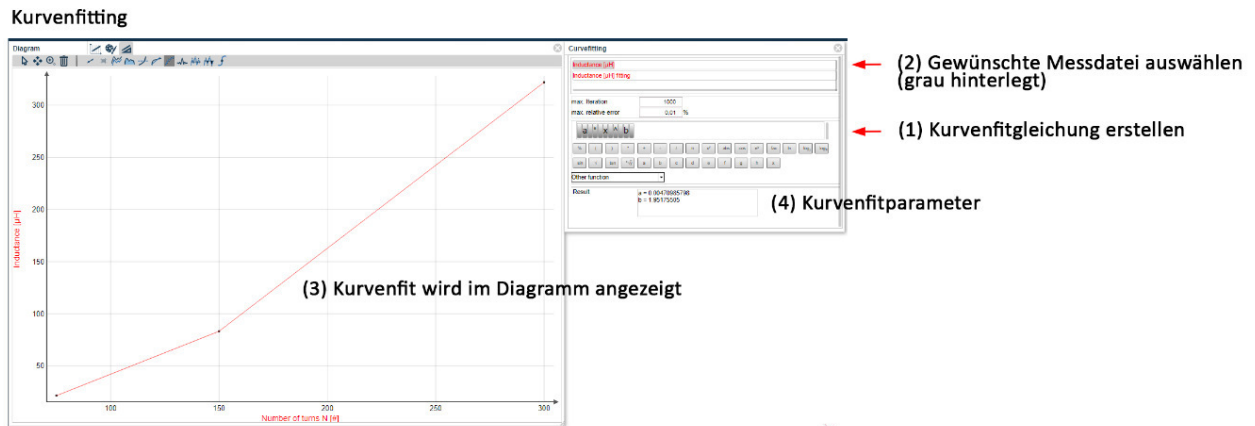

Abbildung 28: Datenanalyse - Kurvenfitting
Um ein Kurvenfitting der gemessenen Werte zu generieren, gehen Sie zu "Auswertung und Tools" und wählen Sie "Kurvenfitting". Neben dem Diagramm wird ein Fenster "Kurvenfitting" angezeigt, in dem Sie eine Kurvenfitgleichung (1) bestimmen können. Nach der Auswahl der jeweiligen Messdaten (2) erscheinen die Kurvenfitdaten im Diagramm (3) und die jeweiligen Kurvenfitparameter (4) werden im Fenster „Kurvenfitting“ angezeigt (Abbildung 28).